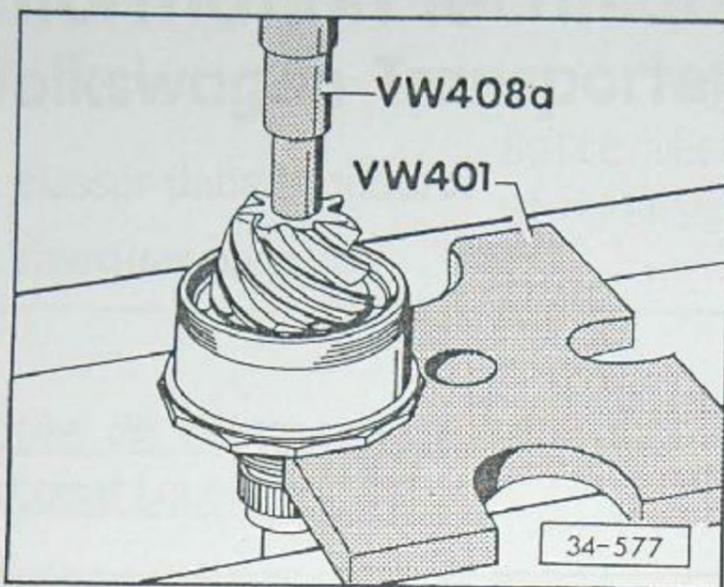

Fig. 5 Bagues intérieures du roulement à double rangée de rouleaux coniques: échauffement à 100° C environ, mise en place et enfoncement à la presse
- Mettre en place à chaud et enfoncer à la presse – fig. 5